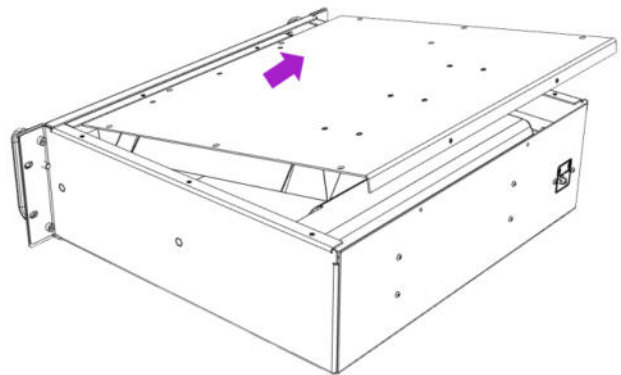

Fig. 13
6. Deslice la tapa superior de la carcasa en la dirección de la flecha (Fig. 13)